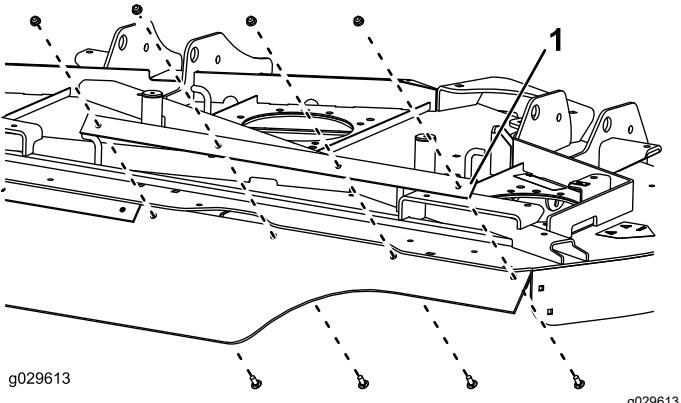

Bild 11
5. Befestigen Sie einen Stützriemen und das rechte (rechteckige) Ende des Ablenkblechs mit vier Schlossschrauben (5/16" x 7/8") und 4 Muttern (5/16") an der rechten Kammer, wie in Bild Bild 11 gezeigt.